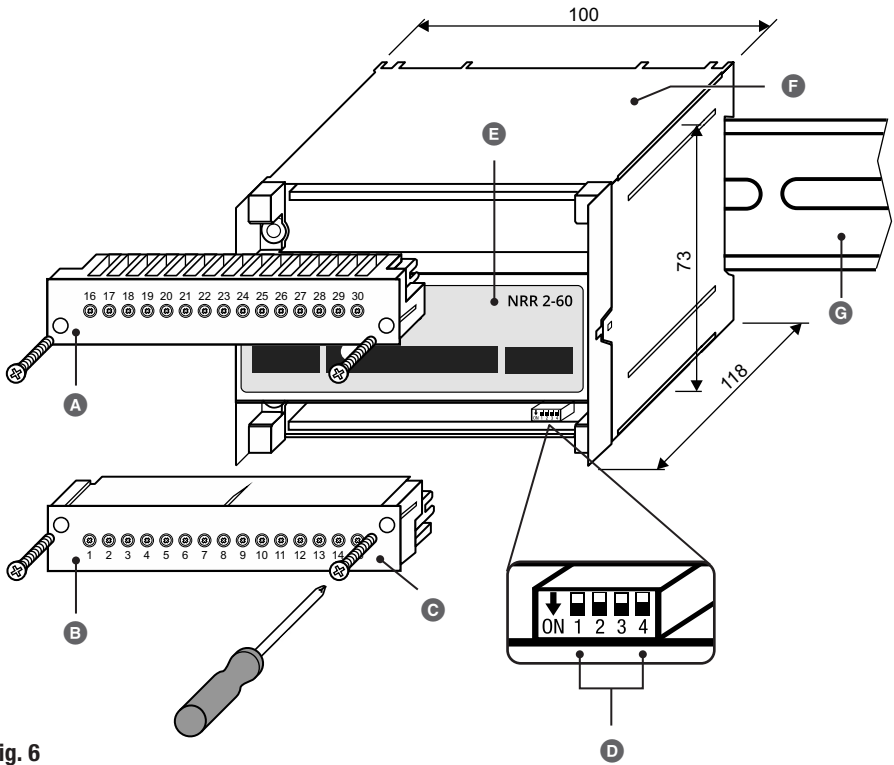

Fig. 6
Si besoin est, vous pouvez modifier à tout moment le débit en bauds et le groupe de régulateurs du régulateur de niveau NRR 2-60 sur le commutateur code  (voir **Fig. 6**).
2. Dévisser le bornier inférieur et retirez-le, voir **Fig. 6**.
3. Effectuez les réglages souhaités sur le commutateur code  (voir **Fig. 6**), voir page 23, **Fig. 10**.
Déterminer sur le commutateur code **Ⓢ** Fig. 6 le groupe de régulateurs et le débit en bauds du régulateur de niveau. Le raccordement des différentes électrodes de niveau et le paramétrage correspondant sur l'appareil de commande et de visualisation URB 60 permettent d'obtenir les fonctions de régulation souhaitées.